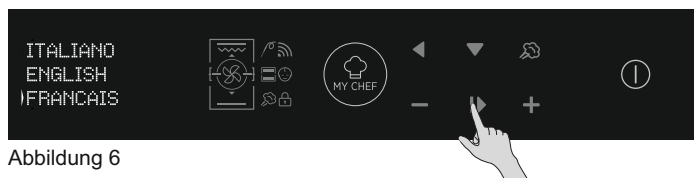

Abbildung 6
- Drücken Sie dann auf OK. (Abbildung 6)